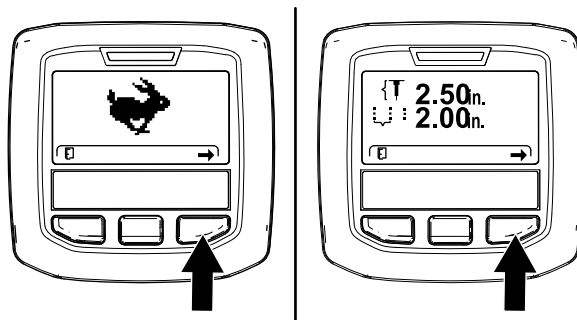
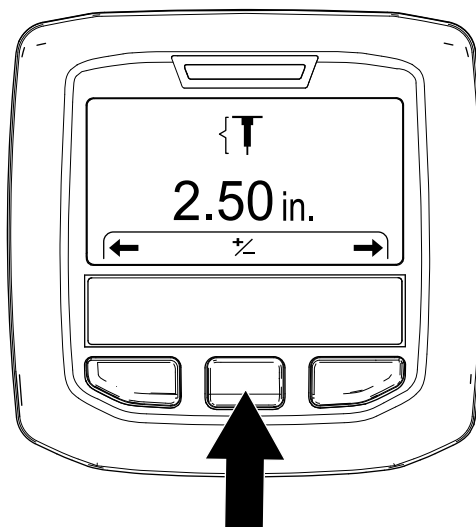

Figura 51
Figura 52
3. Apăsai butonul InfoCenter din dreapta până când se afișează ecranul Setting the Hole Depth (Setare adâncime gaură) (Figura 51 i Figura 52).